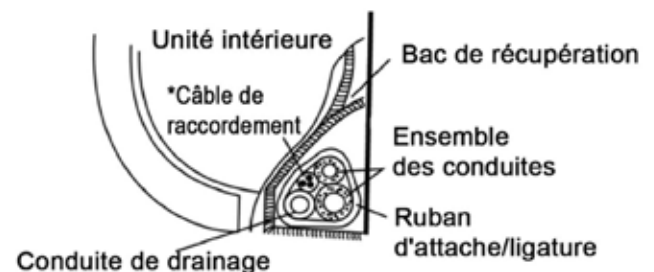

Fig. 17
- A. Regroupez la tuyauterie, le câble de connexion*, et le tuyau de vidange avec des attaches pour rubans ou flexibles comme indiqué sur la (Fig.17).
- B. Assurez-vous de disposer la conduite de drainage de telle sorte qu'elle soit au point le plus bas dans le faisceau de conduites à la sortie de l'unité et dans le trou mural vers l'extérieur. (Fig. 17)